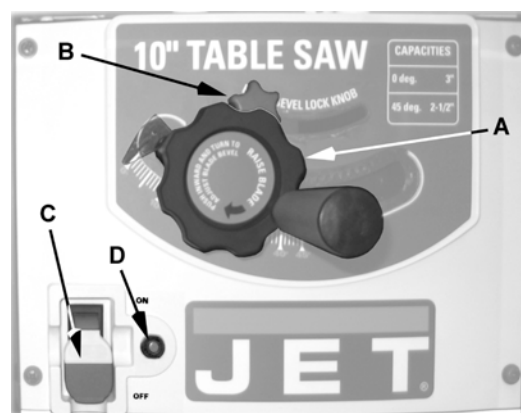
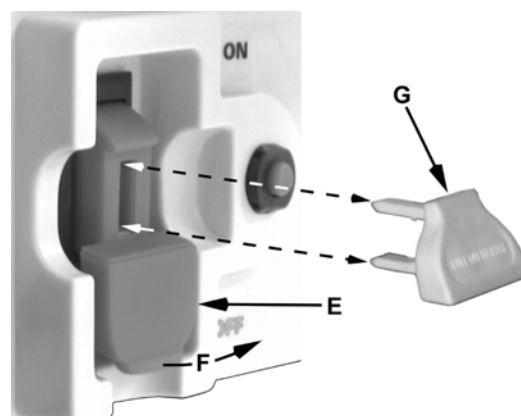

Figura 26
Figura 27
El *interruptor de conexión/desconexión (On/Off)* está ubicado en el panel delantero de la base de la sierra (C, Figura 26). Para encender (On) la sierra, coloque el interruptor en la posición de encendido (hacia arriba) (F, Figura 27). Para apagar (Off) la sierra, coloque el interruptor en la posición de apagado (hacia abajo).
**Llave de bloqueo:** Cuando la sierra no esté en funcionamiento, el interruptor debe estar bloqueado en la posición Off. Para bloquear el interruptor en la posición Off, saque la *llave de seguridad (G, Figura 27)*. La sierra no arrancará sin esta llave. No obstante, si retira la llave cuando el interruptor está en la posición On, puede apagarla una vez. La sierra no arrancará nuevamente hasta colocar la llave en el interruptor.
**Protección de sobrecarga:** Esta sierra tiene un *botón de relé de sobrecarga* reposicionable (D, Figura 26). Si el motor se apaga o no arranca nuevamente debido a una sobrecarga o a bajo voltaje, coloque el *interruptor (C, Figura 26)* en la posición *Off* y deje que el motor se enfríe durante cinco minutos por lo menos. Después de que el motor se haya enfriado, apriete el *botón de reinicio (D, Figura 26)* para volver a iniciar el dispositivo de sobrecarga. La sierra debiera arrancar nuevamente cuando el interruptor se coloca en la posición On.
**Rueda de mando para la altura o inclinación de la hoja:** La *rueda de mano* ubicada en el panel delantero de la sierra (A, Figura 26) fija la *altura e inclinación* de la hoja.
Para subir o bajar la hoja, gire la rueda de mano (A, Figura 26) en sentido horario o contrahorario.
2. Afloje la perilla de *fijación de la inclinación de la hoja (B, Figura 26)* haciéndola girar en sentido contrahorario.
4. Continúe empujando la *rueda de mano (A, Figura 26)* hasta que la perilla de fijación (B, Figura 26) esté apretada.
- ❑ A medida que se va usando la máquina, se debe inspeccionar periódicamente la operación de los trinquetes anticontragolpes (Figura 26). Si los trinquetes no detienen el movimiento de retroceso de una pieza de trabajo, afile las puntas.